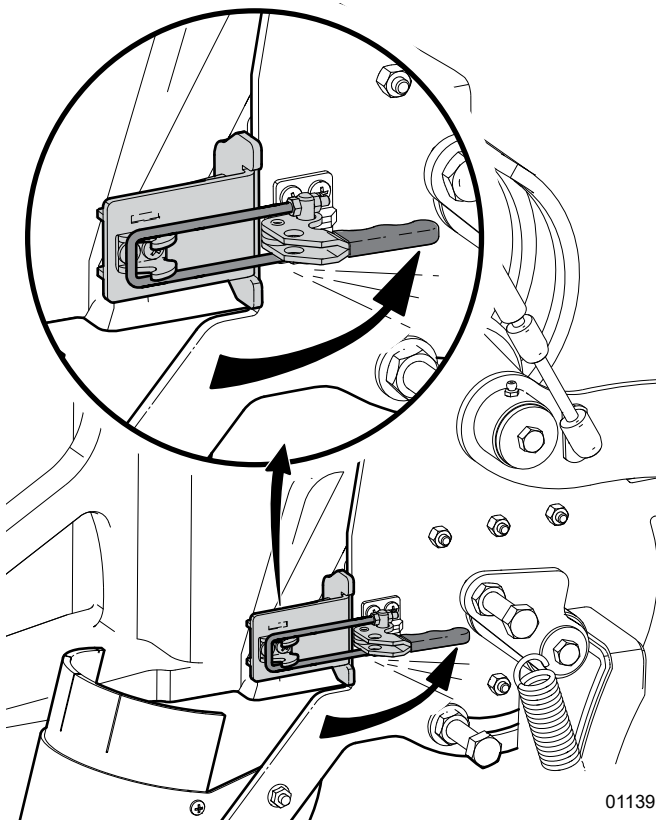

Fig. 29 – Loquet du support
- Retirez les écrous du couvercle du pignon de la chaîne de votre scie à chaîne. Certaines scies à chaîne ont des écrous de guide-chaîne captifs dans le couvercle du pignon de chaîne. Pour ce type de scie, remplacez les écrous du guide-chaîne par des bagues-espaceurs (2).
- Vissez les deux goujons de montage sur barre (3) sur les goujons de montage de la barre du guide-chaîne.
- Installez l'adaptateur (1) sur les goujons de montage de la barre.
- Fixez le tout au moyen des boulons hexagonaux M8 x 20 mm et des rondelles (4).
- Ouvrez le loquet du support. Pour plus d'informations, consultez Fig. 29 on page 42.